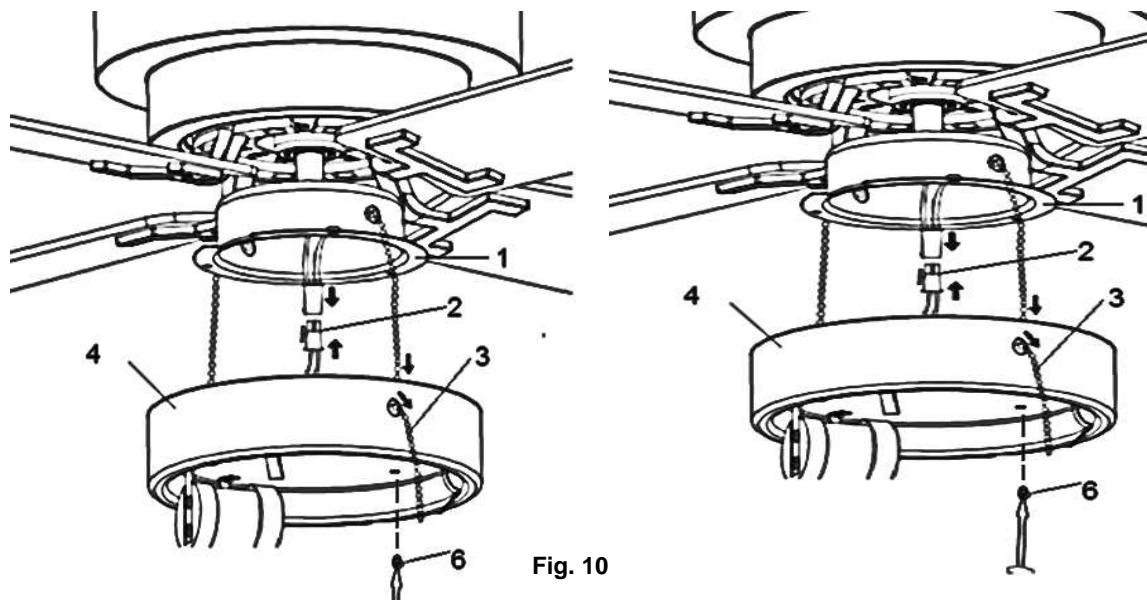

Fig. 10
1. Rimuovere le 3 vite dell'attrezzo di luce (6, Fig.10) dalla base di luce.
2. Inserire la catena di trazione (3, Fig. 10) sui buchi dell'attrezzo di luce (4. Fig. 10).
3. Collegare il ventilatore e il pendente di luce (5, Fig.10) a la catena di trazione.
4. Collegare il connettore a rapido (2 Fig. 10) e spingerlo nella cassa d'interuttore (1, Fig. 10).